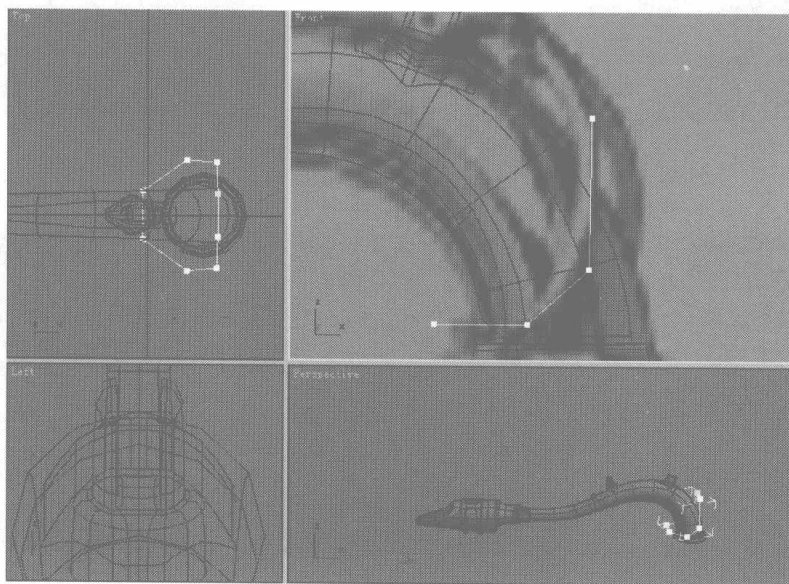

图 2.309
- 42** 单击右键，在弹出的快捷菜单中选择 **Editable Spline** 选项，将模型塌陷成可编辑曲线。选择曲线上所有的点，单击右键，在弹出的快捷菜单中选择 **Corner** 选项，将所有的点转换为铰点，调整曲线上的点到如图 2.309 所示的位置。单击右键，在弹出的快捷菜单中选择 **Convert to Editable Poly** 选项，将曲线塌陷成可编辑多边形。